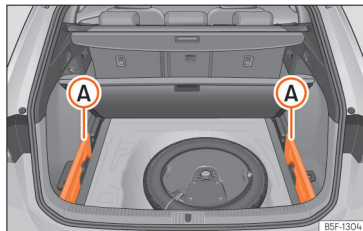

Fig. 183 În portbagaj: spațiu pentru depozitarea copertinei retractabile.
- Demontați capacele din stânga și din dreapta »» fig. 183 A.